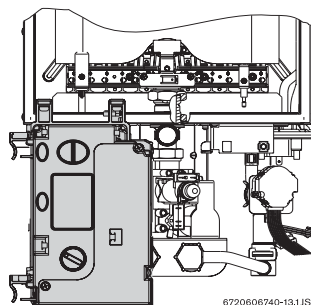

Fig. 2 Caixa de comando - posição de ajuste de gás
- ▶ Uma vez a caixa de comando retirada, posicioná-la de acordo com a Fig. 2.